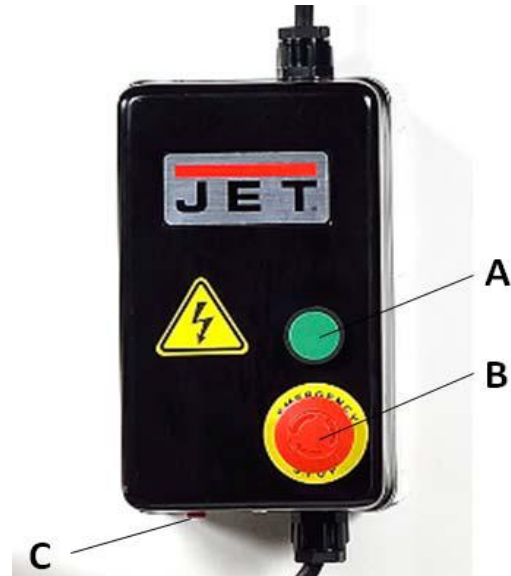

Abbildung 15
Zum Starten des Staubabscheiderbetriebs den grünen Startschalter (A, Abb. 15) drücken. Zum Stoppen des Betriebs den roten Stoppschalter (B) drücken.
Zum Löschen der Werte der Fernsteuerung die Rücksetztaste Resete (C, Abb. 15) 3 Sekunden lang drücken, bis der Empfänger 3-mal piept.
22. Die Rücksetztaste Resete (C, Abb. 15) 1 Sekunde lang drücken, bis der Empfänger 1-mal piept.
24. Die Rücksetztaste Resete (C) 3 Sekunden lang drücken, bis der Empfänger 3-mal piept.